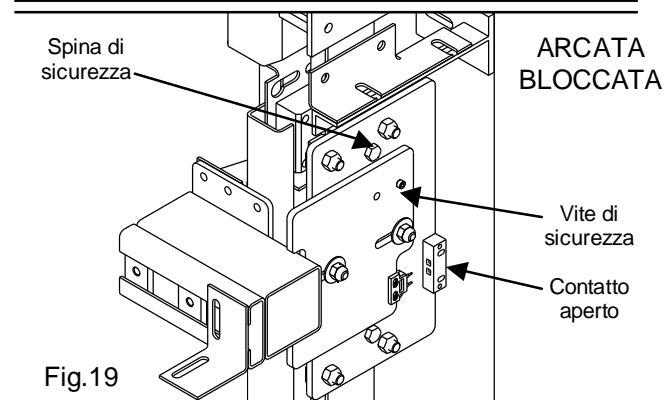

Fig. 19
- Spostare il dispositivo di arresto indietro, sbloccando la traversa superiore dell'arcata. (**fig. 19**)